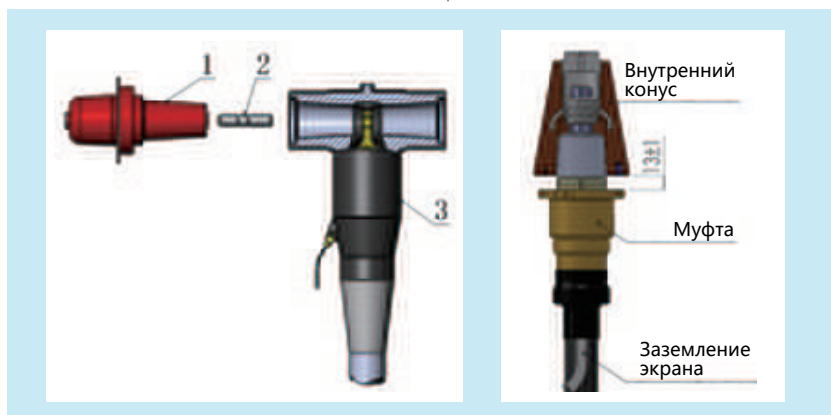

Рис. 6 Кабельные адаптеры
- Система кабельных адаптеров (см. рис. 6)